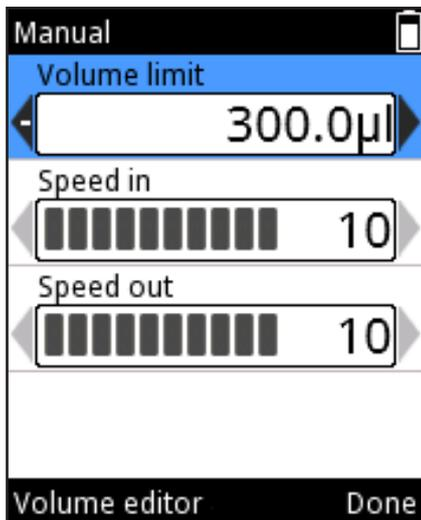

图 D36.
2. 利用 ,  或 Volume editor (体积编辑器) (图 D.1.2) 更改极限体积。极限体积值是可吸入的最大体积。极限体积可以设置在移液器型号的最小和最大体积之间 (图 D36)。